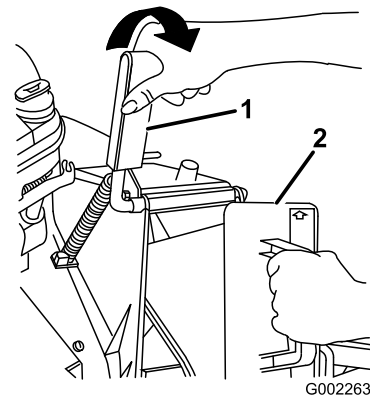

Figura 7
- Puesto que el tapón es algo más ancho que la abertura del conducto de descarga, gire el tapón ligeramente en el sentido de las agujas del reloj al insertarlo (Figura 7).
- Abra la puerta de descarga tirando del tirador hacia adelante y desplazando la puerta hacia atrás (Figura 7). Mientras inserta el tapón, sujete el tirador de la puerta para evitar que el muelle cierre la puerta.